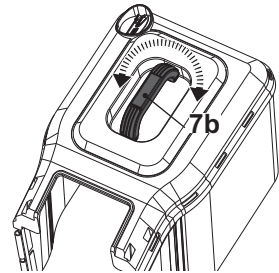

Fig. 6
2. La poignée de transport (7a) est déjà préassemblée sur le capot supérieur (7b) et vous pouvez la faire pivoter selon l'utilisation prévue (Fig. 6).
3. Le bac de ramassage (7) est prêt à être utilisé.